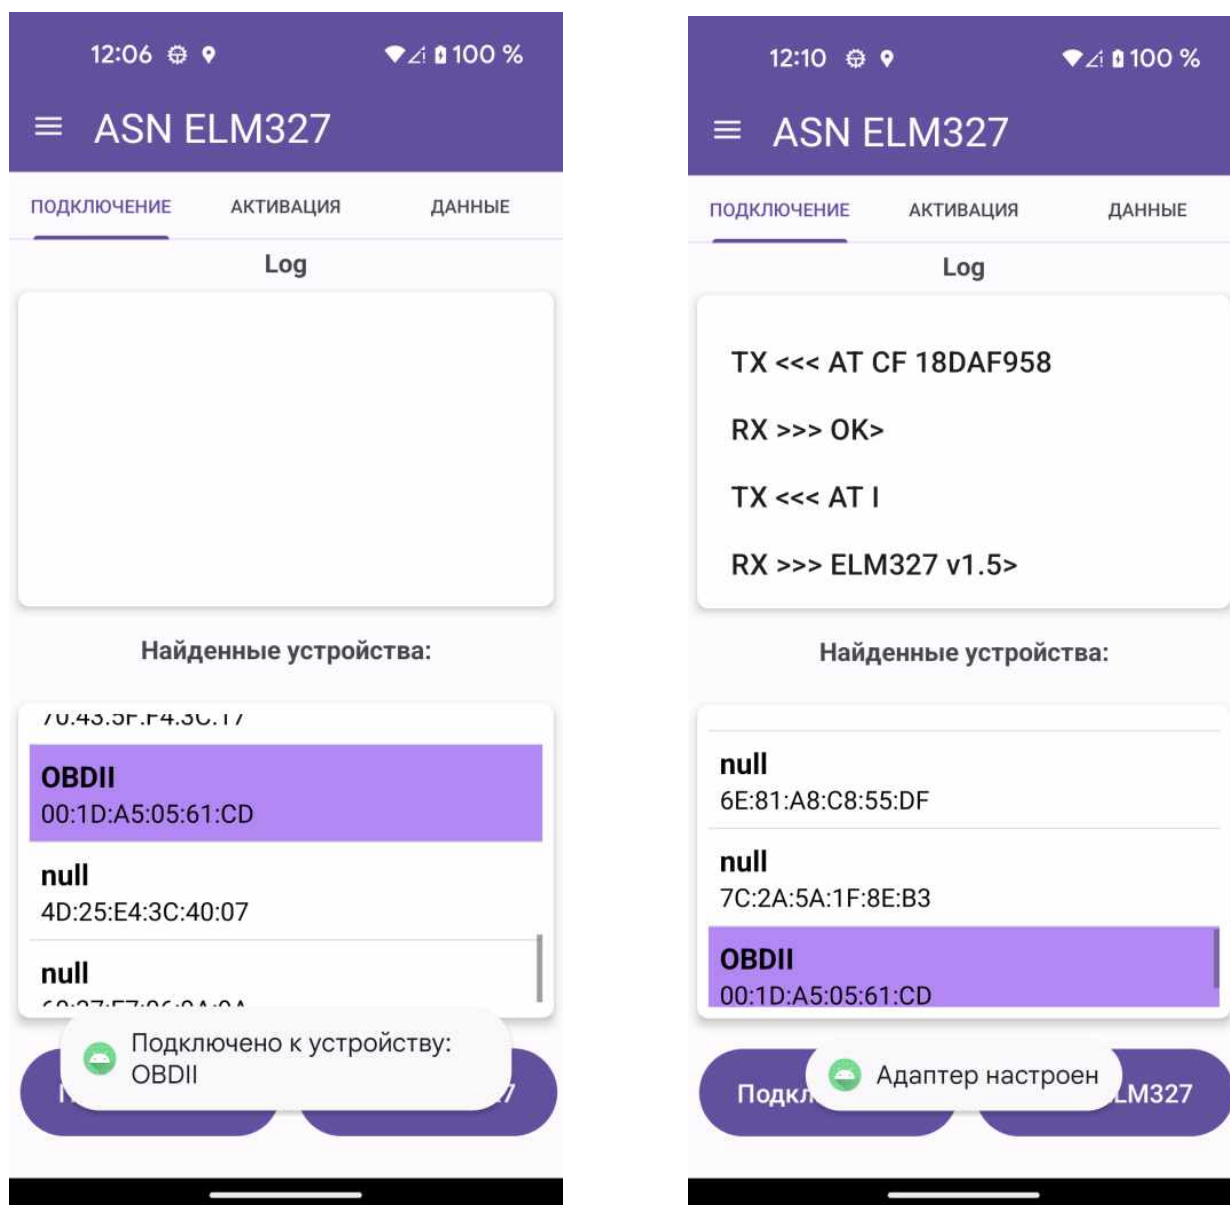

Рисунок 20 – Подключение и настройка ПО
5) Затем дождаться подключения и настройки приложения (рис. 20).